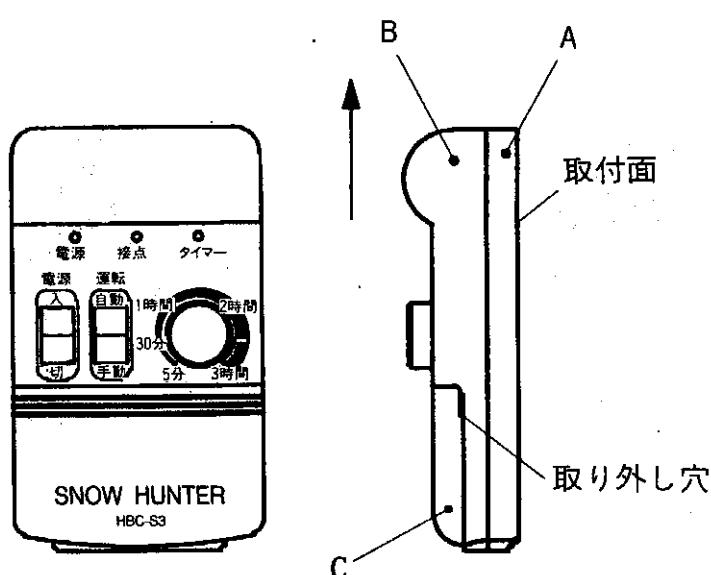

図7 制御部パーツ
- ① 制御部は3つのパーツ（A、B、C）からなっていますので、それぞれに分けて下さい。Aの裏蓋からBの本体をはずす場合は図7の矢印の方向にBを押しあげて下さい。Bの本体からCのカバーをはずす場合は図の取り外し穴にドライバーなどを差し込んではずして下さい。